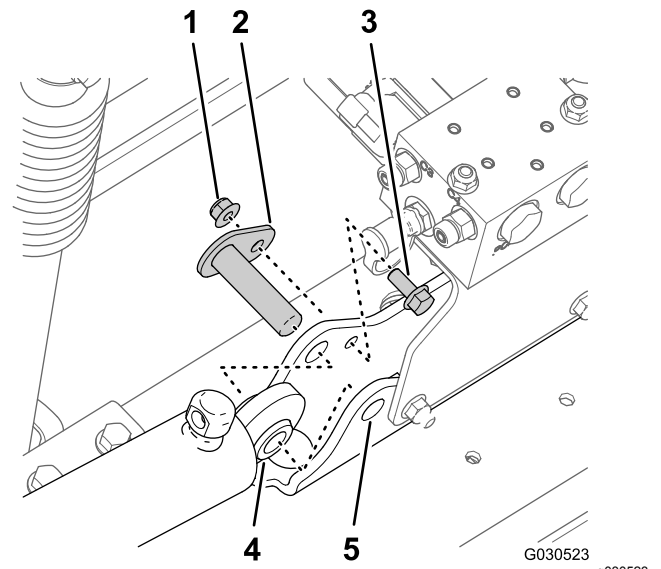

Figura 41
3. Retire la contratuerca con arandela prensada (5/16") y el perno con arandela prensada (5/16" x 3/4") que sujetan el pasador de giro al bastidor del cilindro (Figura 41).
4. Retire el pasador de giro y el cilindro de elevación de la máquina (Figura 41).